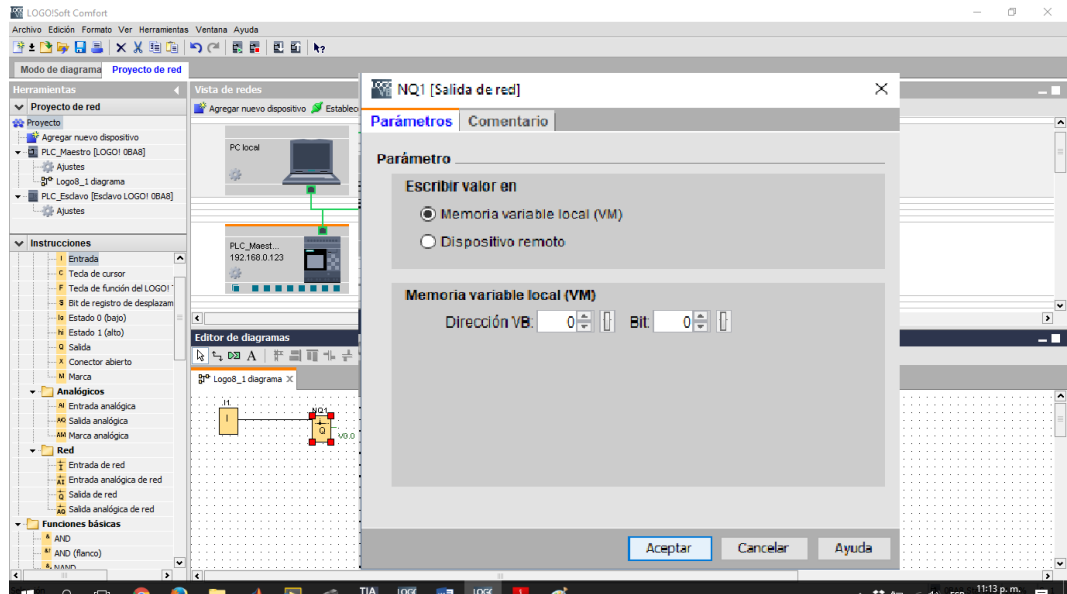

Ilustración 42 Configuración de la dirección de la salida de red
- e. Esto da como resultado una imagen similar a la que está en la ilustración 42, donde “Q” es el tipo de variable que se le está asignando al PLC, en este caso es una salida,
- g. En los procedimientos anteriores ingresamos una salida de red al sistema, ahora ingresaremos un entra de red a este. Repetimos los pasos C, D, E y F, llegando a este punto (fig. 42), donde lo que nos va a cambiar es que la variable de entrada se designa con la letra “I”.